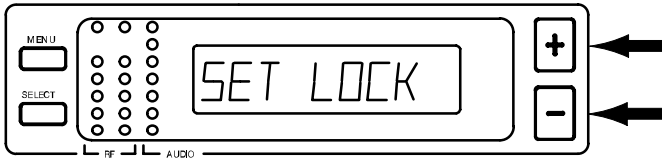

ABBILDUNG 30
- Um die „SET LOCK“-Anzeige einzusehen, die „+“ oder „-“Taste drücken (Abbildung 30).